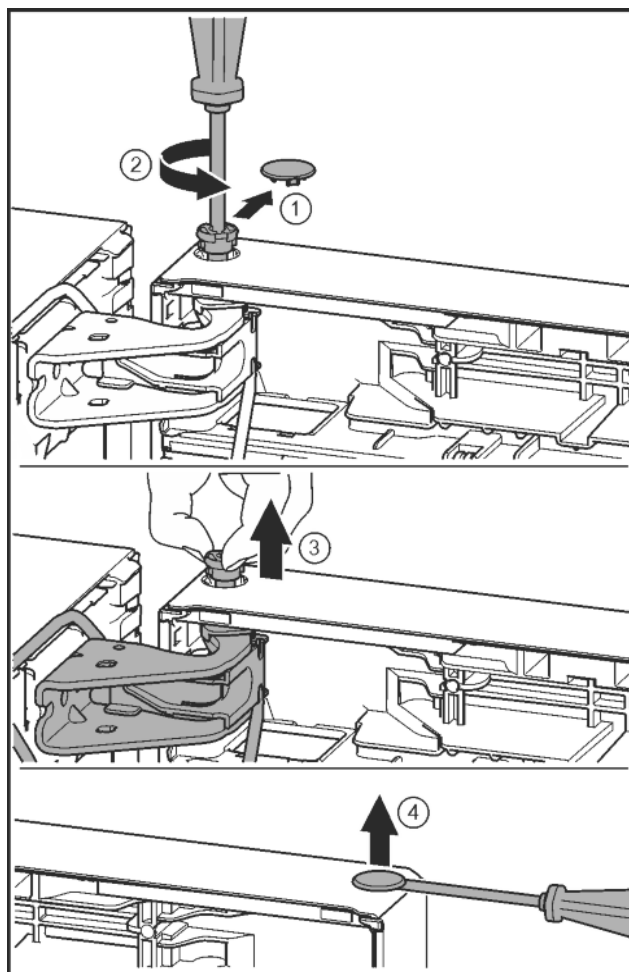

Fig. 21
- Ostrożnie zdjąć osłonę zabezpieczającą. Fig. 21 (1)
- Sworzeń wykręcić nieco przy pomocy śrubokręta T15. Fig. 21 (2)
- Przytrzymać drzwi i wyjąć sworzeń palcami. Fig. 21 (3)
- Zatyczkę ostrożnie podważyć przy pomocy śrubokręta i wyjąć z tulei łożyskowej drzwi. Fig. 21 (4)